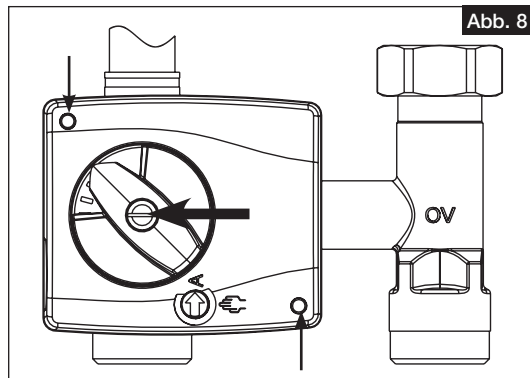

Abb. 8
1. Schrauben lösen und Gehäusedeckel öffnen (Abb.8)